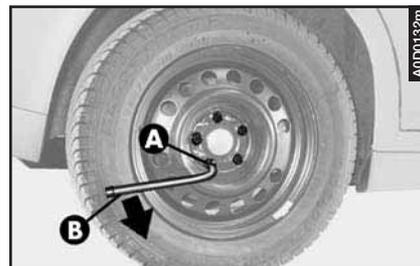

fig. 5
– Utilizzando la chiave ad elle (**B-fig. 5**) in dotazione allentare di circa un giro tutti i bulloni (**A**) di fissaggio.